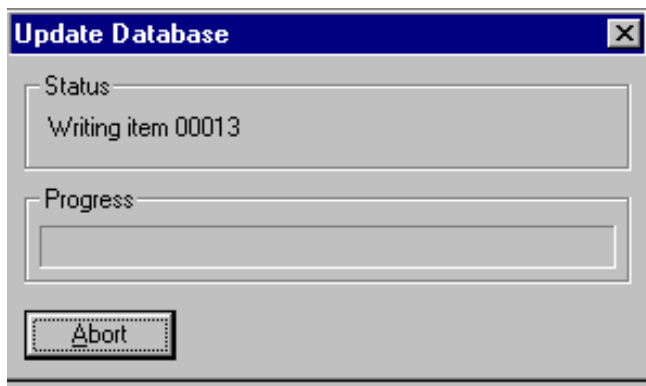

Fig. 13.41
6. Aparecerá un medidor de progreso, y seguirá en pantalla hasta que finalice la actualización. Vea la Fig. 13.41.
NOTA : El proceso de copia de seguridad puede finalizarse pulsando abortar, en el medidor de progreso (Fig. 13.41).